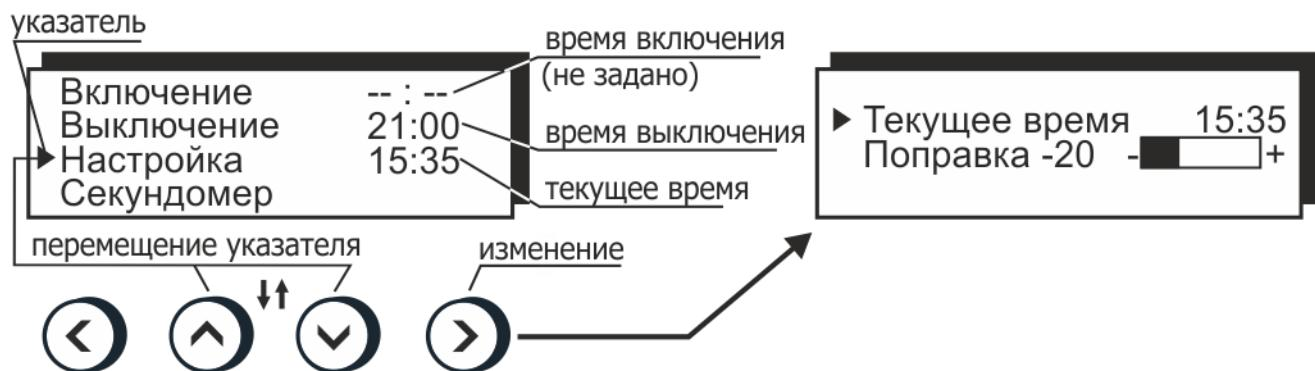

Рисунок 10 — Управление встроенными часами
- нажатиями кнопок (▲) и (▼) установить указатель против нужного времени: включения или выключения (рисунок 10);
- нажатиями кнопок (▲) и (▼) установить указатель против пункта “Секундомер” (рисунок 10);